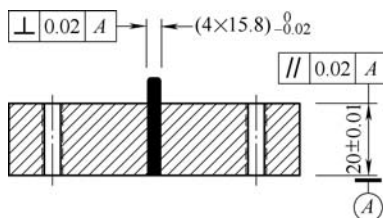
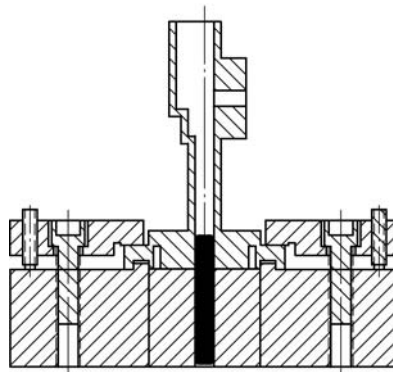

图5 电火花工装示意图
图6 电火花零件安装示意图
学习。③自制电火花工装夹具（见图5），解决电极的测量误差问题。将定位工装安装在电火花机上，校调好工装及电极，用电极找正4个15.8mm定位凸台，再把慢走丝切好的口径变换波导套进凸台上，用压板固定（见图6）。首件试做成功后，后续零件只需换装，不需要再对零件进行重复校调，直接进行加工。定位工装安全可靠、合理，安装快捷。